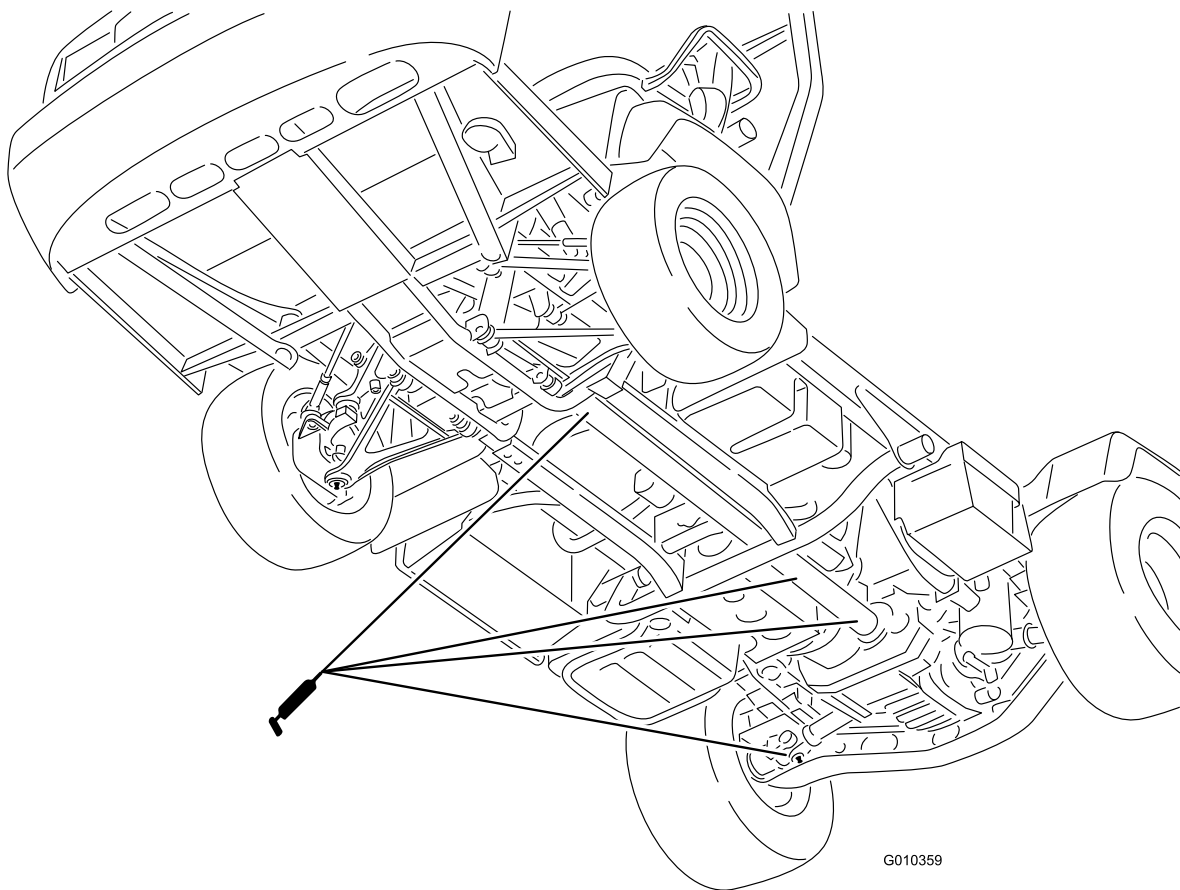

Figura 42
- Giunto a U (18) e albero della trazione integrale (3) come illustrato nella Figura 42